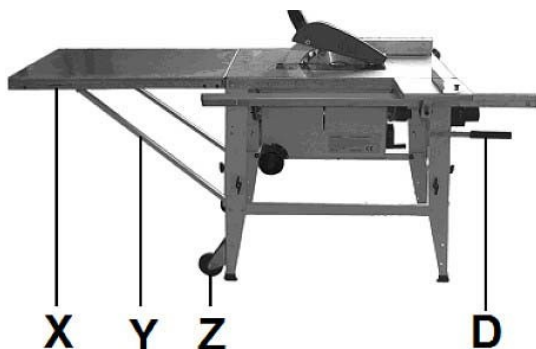

Fig. 13: Montage van de verlengarm
- Afbeelding 13: Monteer de tafelverlenging zoals in afbeelding 13 hieronder.